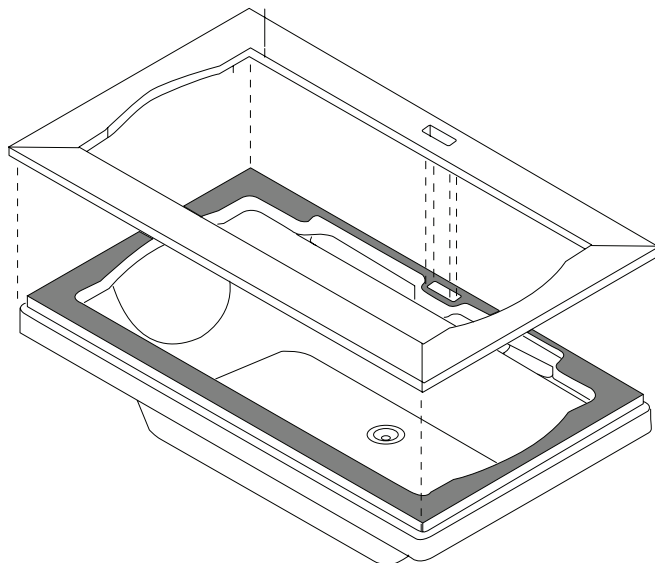

Figure 3
- ④ Vérifiez l'ajustement et l'alignement du trou de découpe du cadre avec le spa (Figure 3). Certains ajustements peuvent être nécessaires pour obtenir un alignement attrayant du spa et du cadre.